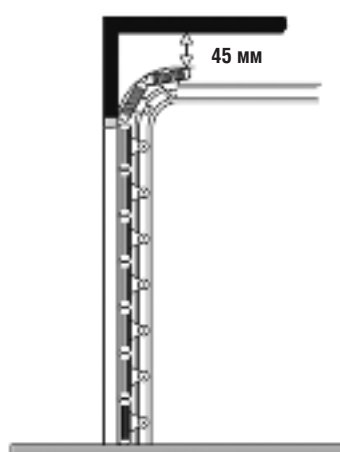

Рис. 1
- Убедитесь в том, что миним льный з зор между потолком и верхней точкой при дви жении ворот сост вляет не менее 45 мм (рис. 1).